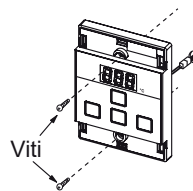

Fig. 3
6. Fissare il comando remoto alla parete (Fig. 3).